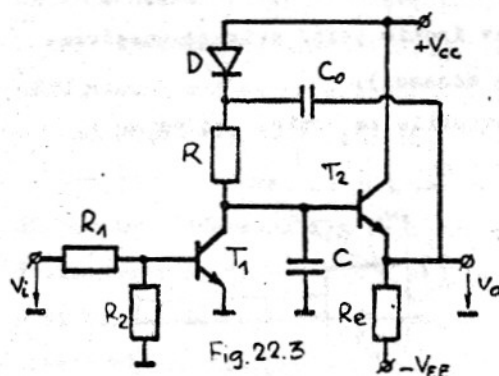

Fig. 22.3
3. Schema generatorului de tensiune linear variabilă de tip bootstrap este reprezentată în fig.22.3.